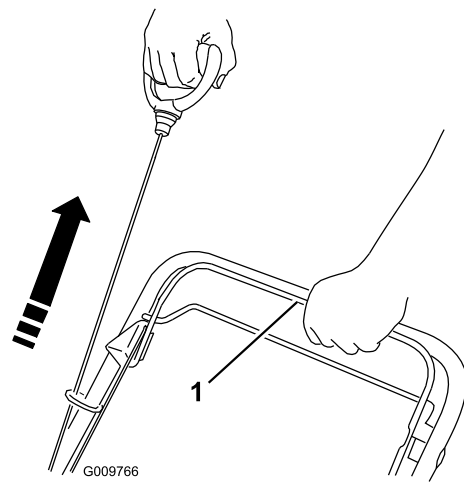
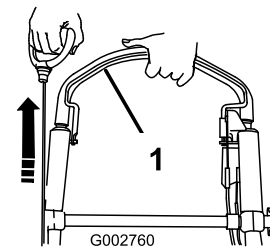

Рисунок 22
Рисунок 23
2. Удерживая штангу управления ножом прижатой к рукоятке, потяните за механический стартер (Рисунок 22 или Рисунок 23).